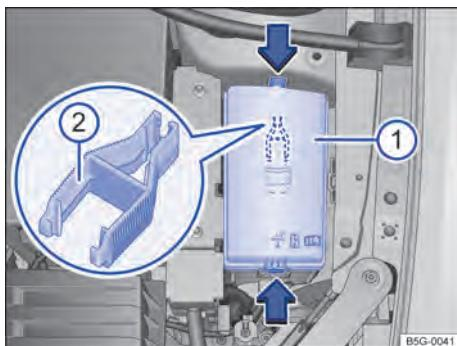

Fig. 174 No compartimento do motor: cobertura 1 da caixa de fusíveis com pinça de plástico 2.
- Pressionar as travas no sentido da seta → **Fig. 174** 1, para destravar a cobertura da caixa de fusíveis.
No lado interno da cobertura da caixa de fusíveis no compartimento do motor pode haver uma pinça de plástico → **Fig. 174** 2 para a retirada dos fusíveis.